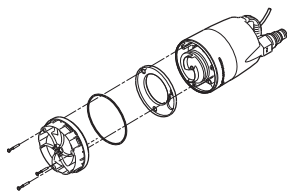

Fig. 11 Afmontering af bundstykke
3. Afmonter bundstykket, se fig. 11.